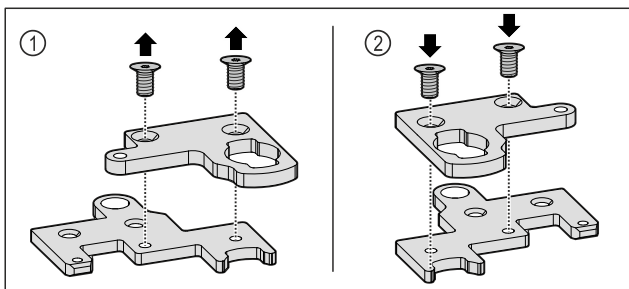

Fig. 35
- ▶ Demontujte dvojdielny uholník závesu. Fig. 35 (1)
- ▶ Opäť namontujte dvojdielny uholník závesu otočený o 180°. Fig. 35 (2)